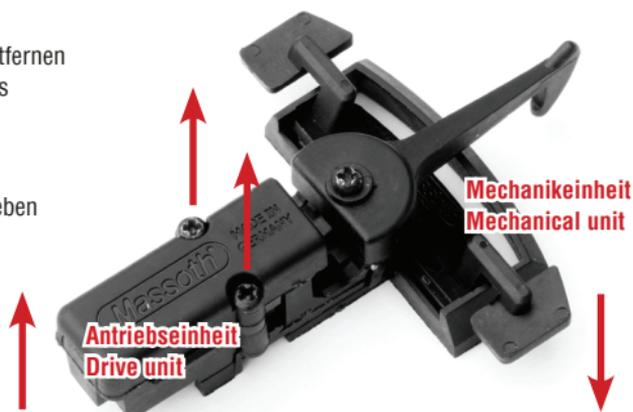

Abbildung 1+2: Vorbereitung der Rangierkupplung für die Montage
2.1 Lösen Sie die zwei Schrauben aus der Antriebseinheit und entfernen Sie diese. (Siehe Schritt 1 | Abb. 1)
2.1 Loosen the two screws from the drive unit and remove them. (See step 1 | Fig. 1)